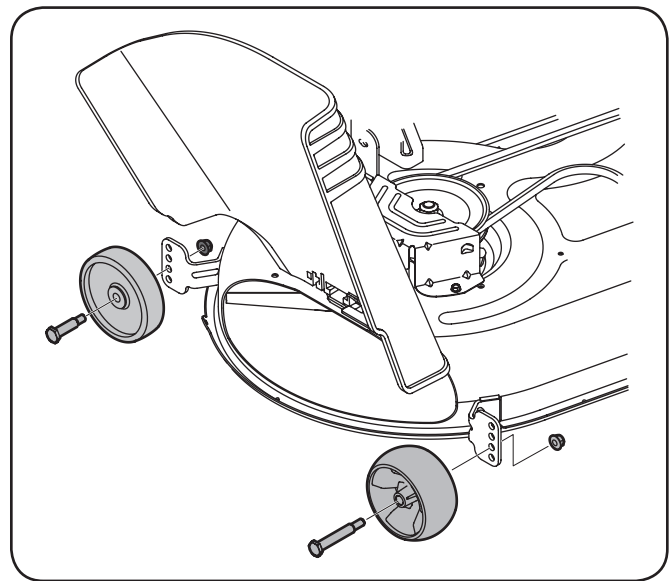

Figure 3-3
- b. Retirez les écrous autobloquants et les boulons à épaulement qui fixent les roues au plateau de coupe, puis enlevez les roues avant et arrière. Voir Figure 3-3.